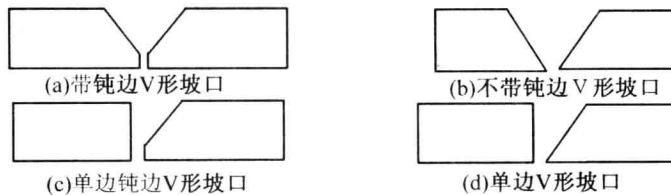

图1-4 V形坡口
a. V形坡口。钢板厚度 $>7\text{ mm}$ 时,一般采用V形坡口。V形坡口的形式有:不带钝边的V形坡口、带钝边的V形坡口、单边钝边V形坡口、单边V形坡口4种(如图1-4所示)。